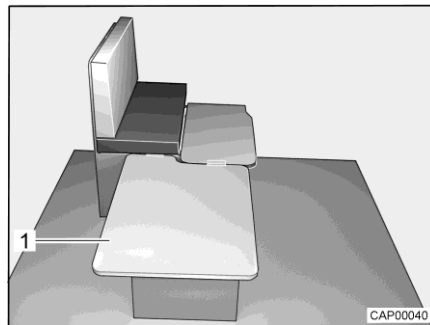

Fig. 33 Pendant la transformation
- Accrocher la planche amovible (Fig. 33,1) le long de la banquette et la poser sur la table.